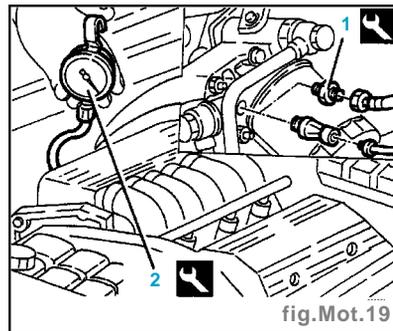

fig. Mot. 19
- Déposer le manocontact et monter à la place le raccord (1) et le manomètre (2) (fig. Mot. 19).